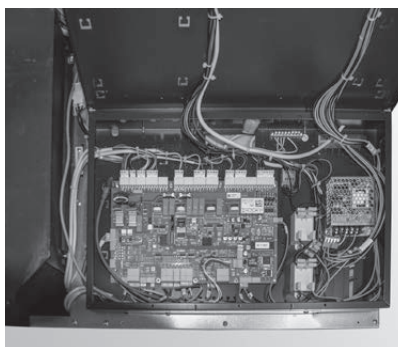

Fig. 140 Coperchio del pannello di comando aperto, scheda madre (scheda bruciatore)
- ▶ Il quadro di comando contiene la scheda madre (scheda bruciatore) – Fig. 140.